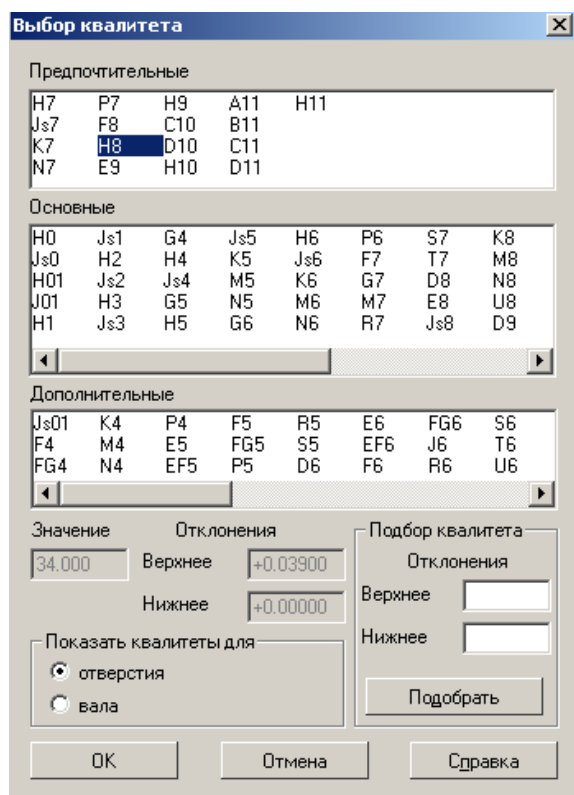

Рисунок 6.13 Выбор качества
5. Чтобы задать квалитет *H8*, нажмите кнопку **Квалитет....**. На экране появится диалог **Выбор квалитета** (рисунок 6.13).